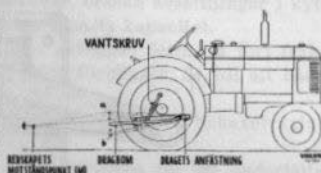

Bild 8. Dragbommens inställning
Draglinjen från dragbommens anföringspunkt på traktorn till det bogserade redskapets motståndspunkt (M) bör bilda en rak linje (den röda heldragna linjen på bild 8). Justera därför medelst vantskruvarna dragbommens inställning, så att den sammanfaller med den heldragna linjen.